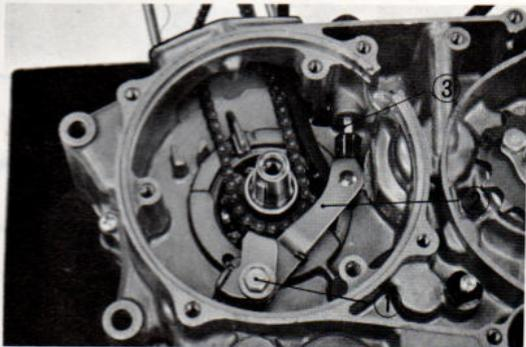

Fig. 78 ① Vis ② Bras de tendeur ③ Vis de réglage
- 4) Déposer l'écrou du tendeur de chaîne. (Fig. 78)
- 5) Déposer la vis du pivot de tendeur ce qui permet de sortir le tendeur et le bras de tendeur. (Fig. 78)
- 6) La dépose du bras de tendeur et de la tige de poussée permettant de sortir la vis de réglage de tension. (Fig. 78)